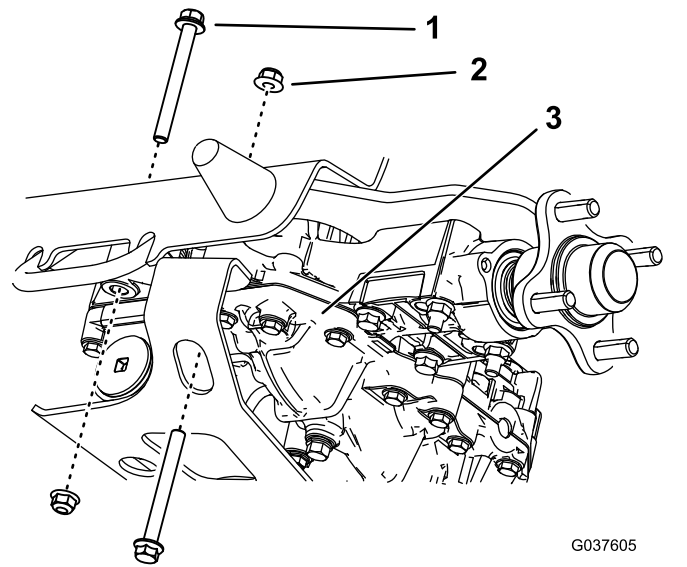

Figura 9
5. Retire los 2 pernos traseros y las 2 tuercas del transeje derecho (Figura 9). Guarde las tuercas.